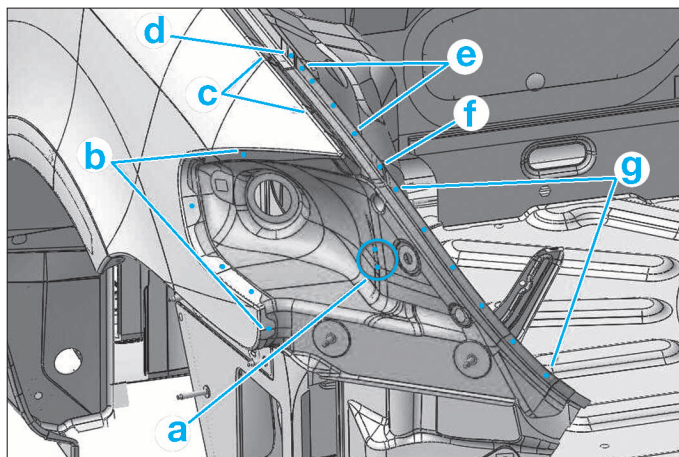

FIG. 97
- Fraiser (Fig.97) :
- (a), (e), (f) et (g) par points électriques (Fig.97).